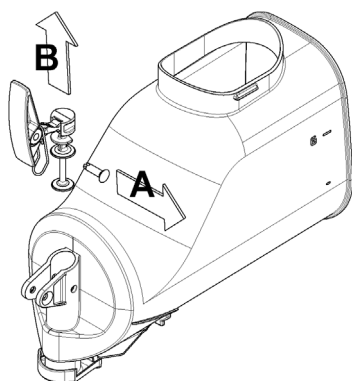

figura 7
**5** Smontare il rubinetto seguendo la sequenza indicata (vedere figura 7).